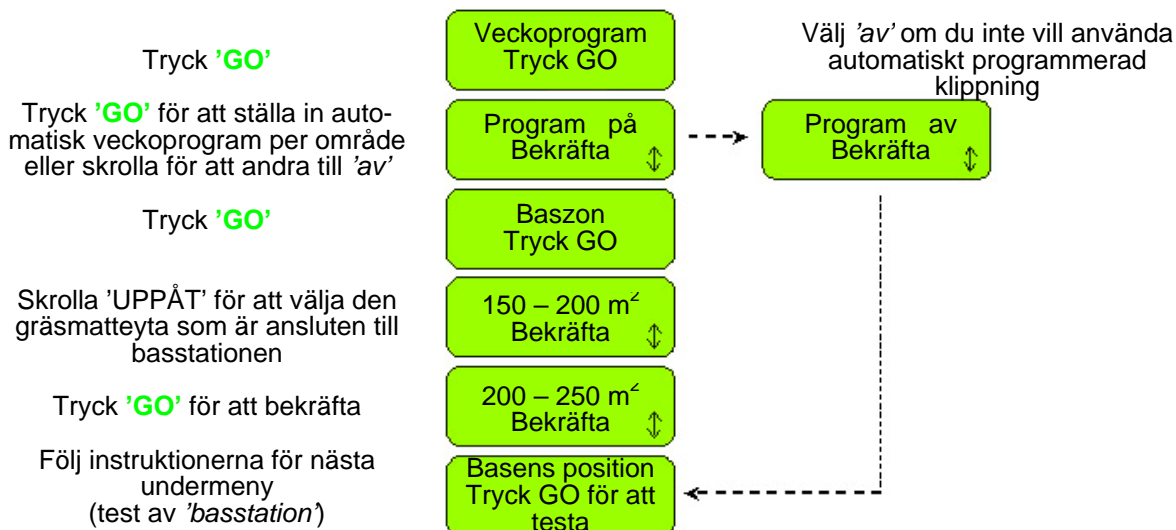

Bild 1.30
- Menyn "veckoprogram" gör det möjligt för dig att ställa in ett automatiskt veckoprogram beräknat efter storleken på det område som är anslutet till basstationen (följ de steg som visas i bild 1.30 nedan).